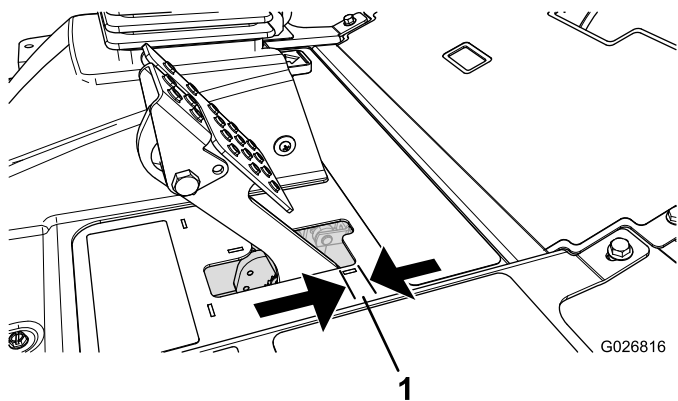

Figura 107
4. Pise ligeramente el pedal de freno y mida la distancia que se desplaza el pedal sin ofrecer resistencia (Figura 107).
Nota: Ajuste los frenos si el pedal de freno tiene más de 2.5 cm (1") de holgura (Figura 107), o cuando se necesite más fuerza para frenar.
6. Apriete las tuercas traseras para mover el cable hacia atrás hasta que el pedal de freno tenga un recorrido libre de 6 - 13 mm ($\frac{1}{4}$ " - $\frac{1}{2}$ ") (Figura 107) antes de que el freno de estacionamiento entre en contacto con las ruedas.